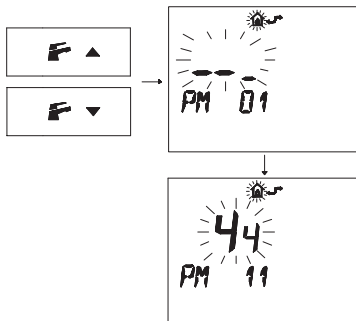

Figura 5.50
- Premere i pulsanti o per visualizzare la programmazione "PM11" della postcircolazione pompa (Figura 5.50).